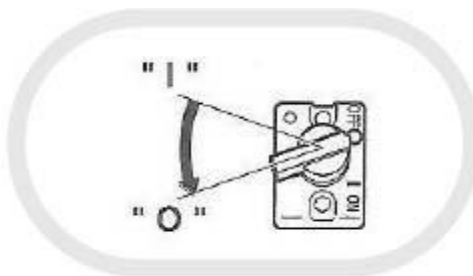

Рис.2
- Поверните выключатель в положение «O» (Рис. 2)